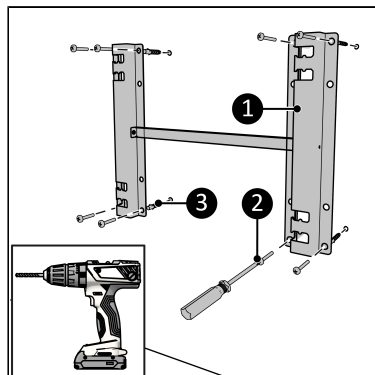

Figure 84.
1. Placez le support contre le mur, avec les ouvertures du support orientées vers la gauche, et marquez les huit trous (Figure 84).
3. Insérez des chevilles murales (Figure 84, pos. 3).
4. Vissez et fixez le support mural (Figure 84, pos. 1) au mur avec huit grandes vis à l'aide d'un tournevis cruciforme (Figure 84, pos. 2).